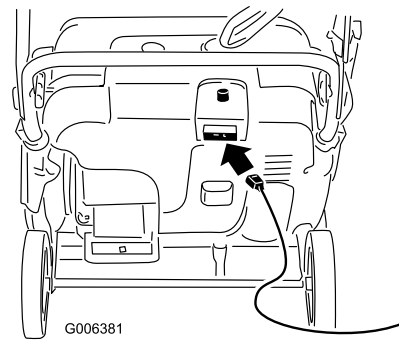
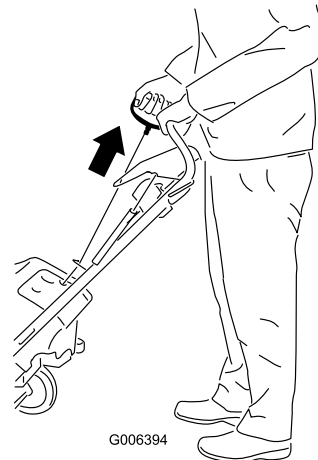

Figure 15
Figure 16
4. Raccordez la rallonge au secteur et à la souffeuse à neige, puis appuyez sur le bouton du démarreur électrique (modèle 38589 uniquement) (Figure 15), ou tirez la poignée du lanceur (Figure 16).